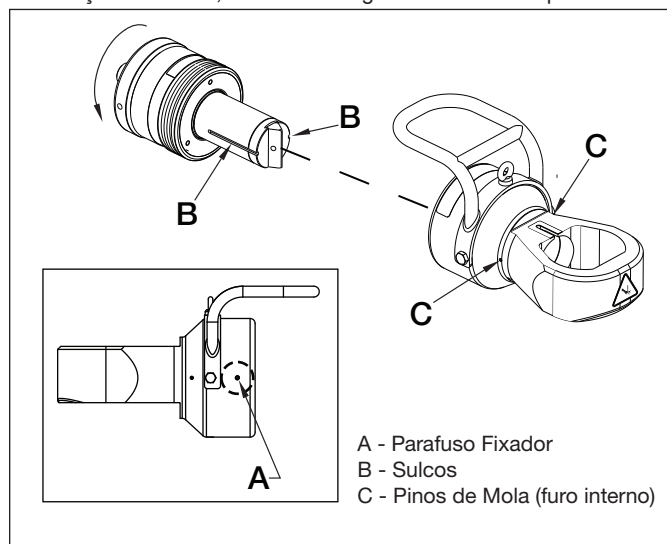

Figura 3, Montando o Cilindro e a Cabeça de Corte
2. Afrouxe o parafuso fixador plástico (Figura 3, item A) localizado no tambor da cabeça de corte.
3. Insira o cilindro na cabeça, alinhando os rasgos axiais no prendedor de lâminas (Figura 3, item B) com pinos de mola (Figura 3, item C) no furo da cabeça de corte. Uma vez alinhado, gire o cilindro na direção mostrada, de forma a engatar as rosas do parafuso.
3. Se apertado, afrouxe o parafuso fixador de plástico, localizado no tambor da cabeça de corte. Ver Figura 3, item A.
3. Se apertado, afrouxe o parafuso fixador de plástico localizado no tambor da cabeça de corte. Ver Figura 3, item A.